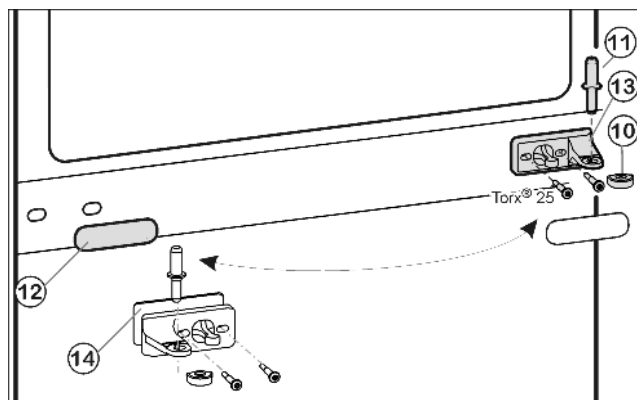
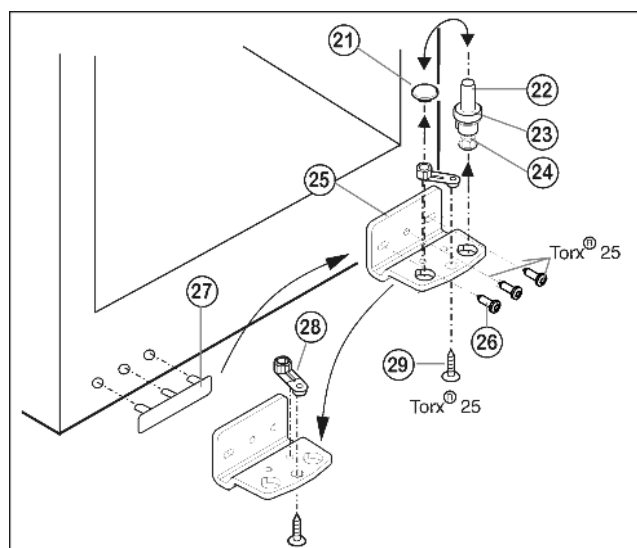

Fig. 5
Fig. 6
- ▶ Extraiga el perno de cojinete intermedio Fig. 5 (11) del soporte de cojinete y de la puerta inferior.
- ▶ Retire la tapa de plástico Fig. 5 (10).
- ▶ Desatornille el soporte de cojinete intermedio Fig. 5 (13) (2 Torx® 25).
- Extraiga con cuidado el panel de protección Fig. 5 (12).
- Atornille el soporte de cojinete intermedio Fig. 5 (13) con la base Fig. 5 (14) en el nuevo lado de la bisagra girándolo 180° **(con 4 Nm)** para fijarlo.
- Vuelva a encajar el panel de protección Fig. 5 (12) girándolo 180° en el nuevo lado del tirador.
- Extraiga hacia arriba el perno de cojinete Fig. 6 (22) completo, con la arandela Fig. 6 (23) y la pata de ajuste Fig. 6 (24).
- Desmonte el tapón Fig. 6 (21).
- Desatornille Fig. 6 (26) el soporte de cojinete.
- Desatornille Fig. 6 (29) la pieza de cojinete y cámbiela al orificio de alojamiento opuesto del soporte de cojinete, volviéndola a atornillar.
- Desmonte la cubierta en el lado del tirador Fig. 6 (27) con cuidado y cámbiela al lado opuesto.
- Vuelva a atornillar el soporte de cojinete Fig. 6 (25) en el nuevo lado de la bisagra **(con 4 Nm)** para fijarlo; dado el caso, utilice un destornillador de batería.
- Vuelva a colocar el tapón Fig. 6 (21) en el otro agujero.
- Vuelva a colocar el perno de cojinete Fig. 6 (22) completo, con la arandela y la pata de ajuste. Preste atención a que el saliente de retención esté orientado hacia detrás.
- Coloque la puerta inferior desde arriba sobre el perno de cojinete inferior Fig. 6 (22).
- Vuelva a colocar la tapa de plástico Fig. 5 (10) en el soporte de cojinete intermedio Fig. 5 (13).
- Inserte en la puerta inferior el perno de cojinete intermedio Fig. 5 (11) en el nuevo lado de la bisagra a través del soporte de cojinete intermedio Fig. 5 (13).
- Coloque la puerta superior sobre el perno de cojinete intermedio Fig. 5 (11).
- Dado el caso, alinee las puertas a través de los dos agujeros oblongos en el soporte de cojinete inferior Fig. 6 (25) y el soporte de cojinete intermedio Fig. 5 (13) a ras de la carcasa del aparato. Para ello, desenrosque el tornillo intermedio del soporte de cojinete inferior Fig. 6 (25).